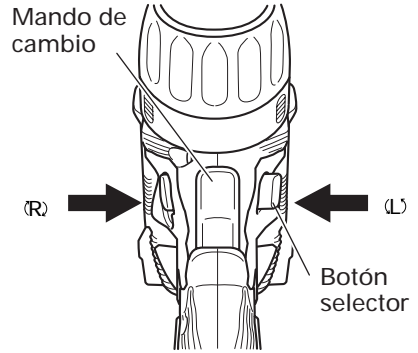

Fig. 17
Afloje el manguito girándolo hacia la izquierda (en el sentido contrario a las agujas del reloj visto desde el frente), y extraiga la broca, etc. (Véase Fig. 17)
El lado L (izq.) se usa para hacer girar la broca a la izquierda. (Véase Fig. 17) (Las marcas (L) y (R) están en el botón selector.)